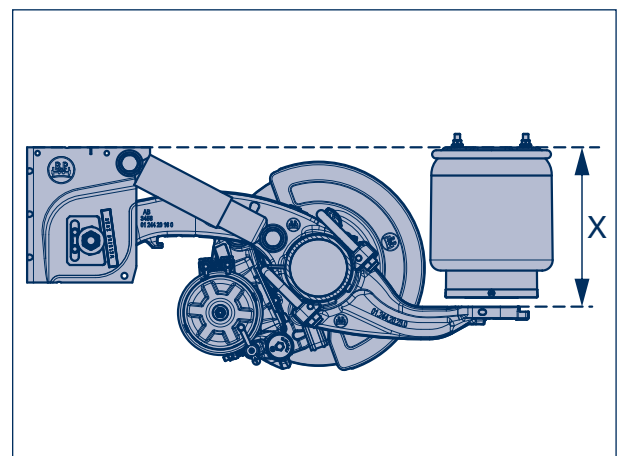

Imagen 12
- [19] Medir la distancia de separación X (imagen 12). Esta deberá coincidir con el valor obtenido del paso de trabajo [2]. Tolerancia +/- 1 mm.